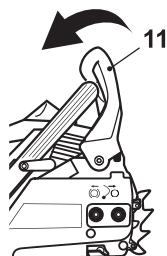

Fig. 19
Poignée de frein (11) déverrouillée: la chaîne tourne (Fig. 19).